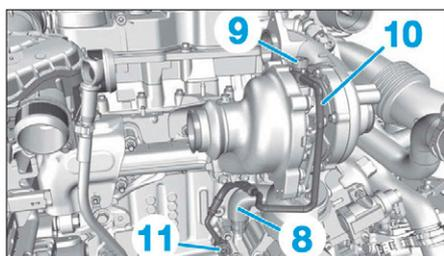

FIG. 69
- Débrancher le connecteur (7).
- Désaccoupler la durite de retour de lubrification (8) du bloc-cylindres (**Fig.69**).